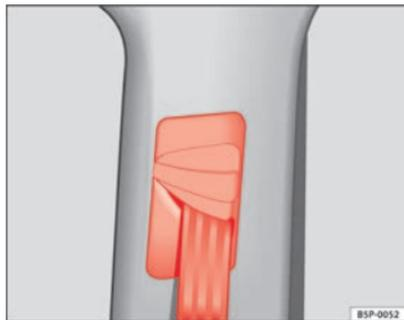

Fig. 16 Localização de montagem do regulador do cinto de segurança em altura
- Premir a guia da faixa superior do cinto de segurança na zona de cima e mantê-la nessa posição ⇒ Fig. 16.